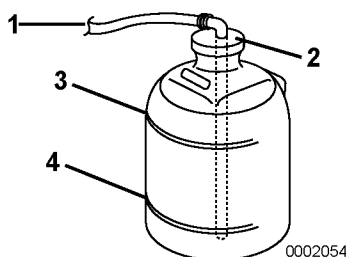

Figura 8
5. Retire la tapa del depósito de recuperación de refrigerante (**Figura 8, (2)**) y llénelo con mezcla refrigerante hasta el límite inferior (**Figura 8, (4)**). Coloque la tapa. No lo llene nunca hasta el límite superior (**Figura 8, (3)**).
6. Revise el manguito de goma (**Figura 8, (1)**) que conecta el depósito de recuperación de refrigerante intercambiador de calor. Asegúrese de que el manguito está bien conectado y que no está suelto o dañado.